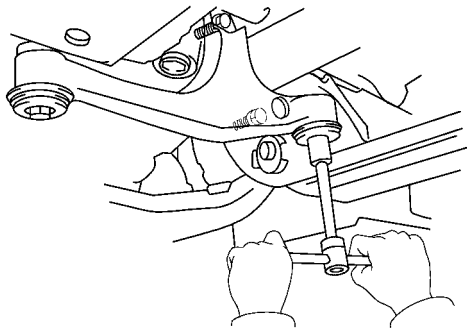

图 14-73 安装 RH 支架
(1) 顶起前差速器总成。
(2) 安装 RH 支架。用 4 个螺栓安装 RH 支架，如图 14-73 所示。